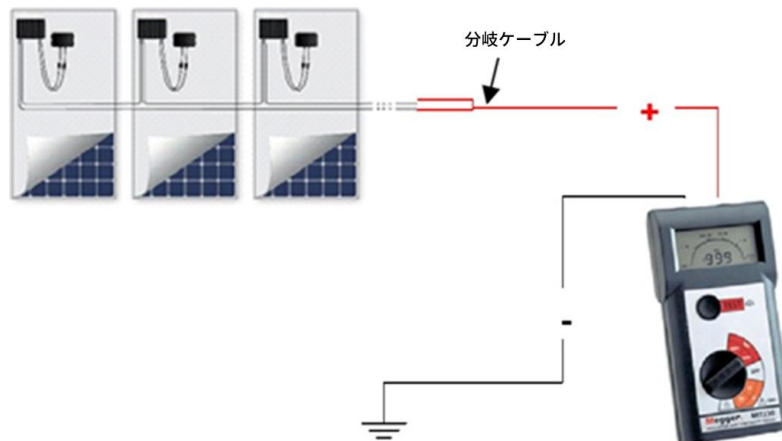

図2：絶縁抵抗計をPVストリングに接続
4. 絶縁抵抗計（図2）を使用して、ストリングの抵抗を測定してください。